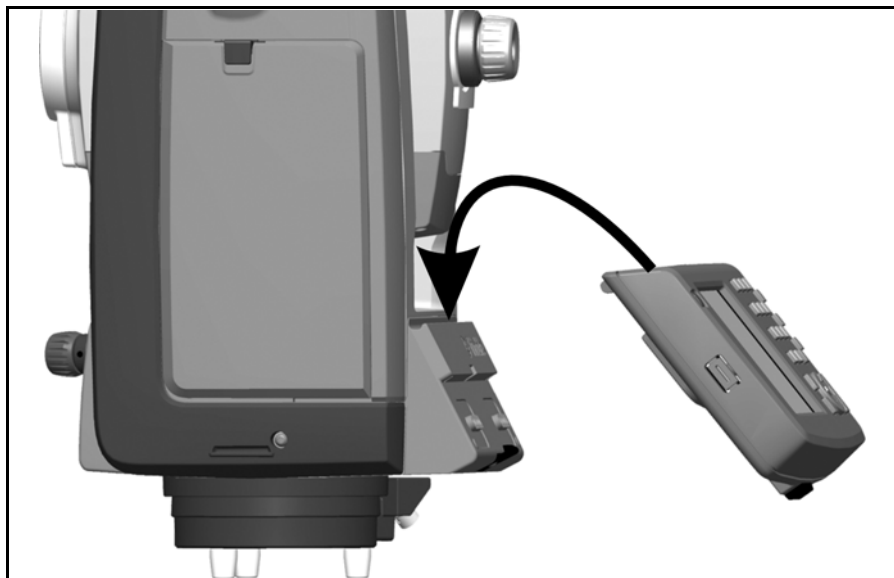

Рис. 4.35. Крепление контроллера Trimble CU к инструменту
1. Прицепите верхнюю часть контроллера Trimble CU за верхний край панели крепления. Рис. 4.35.